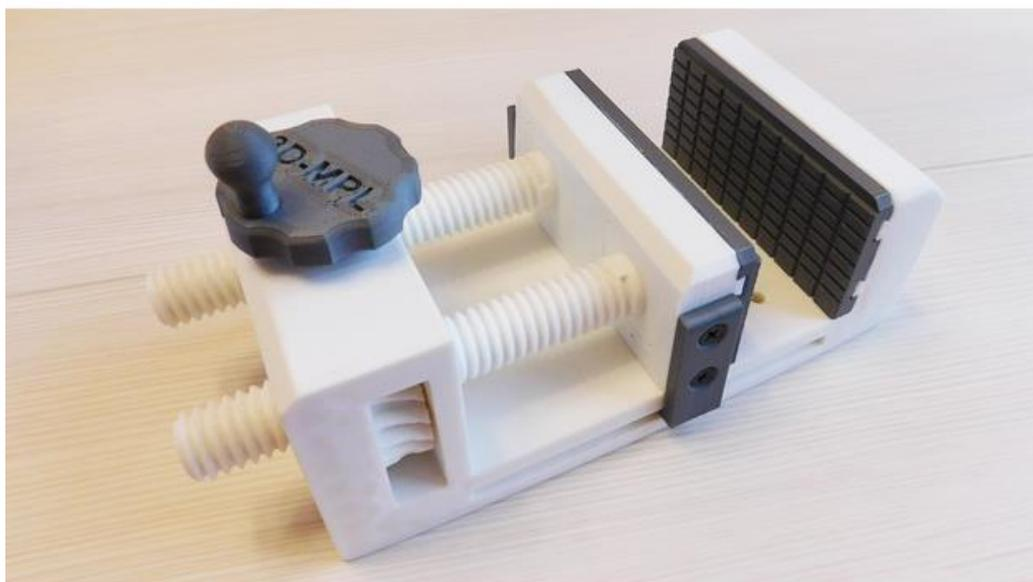

Рис.1 – Общий вид изделия
- Образец *примерного* внешнего конечного вида проектируемого устройства (рис. 1);